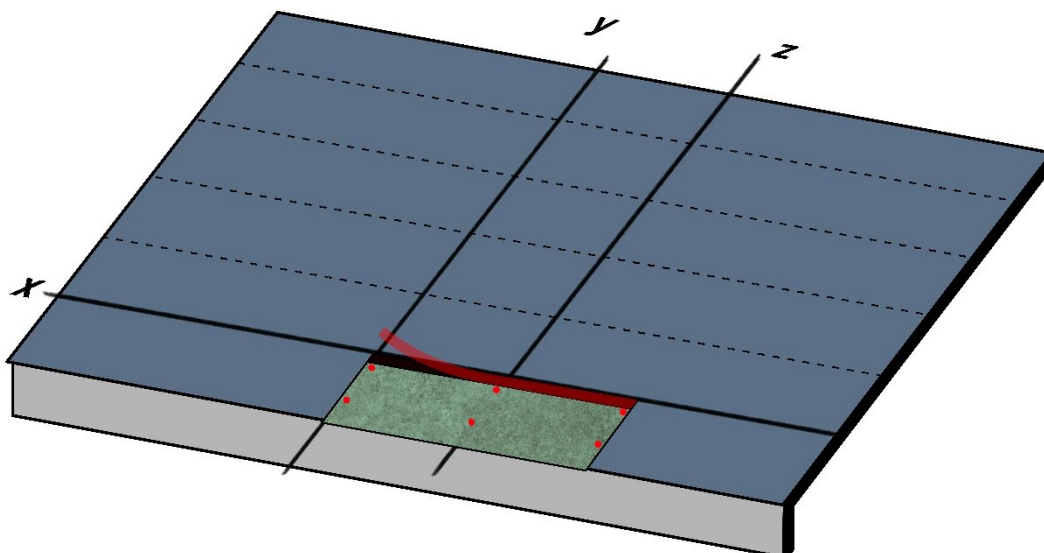
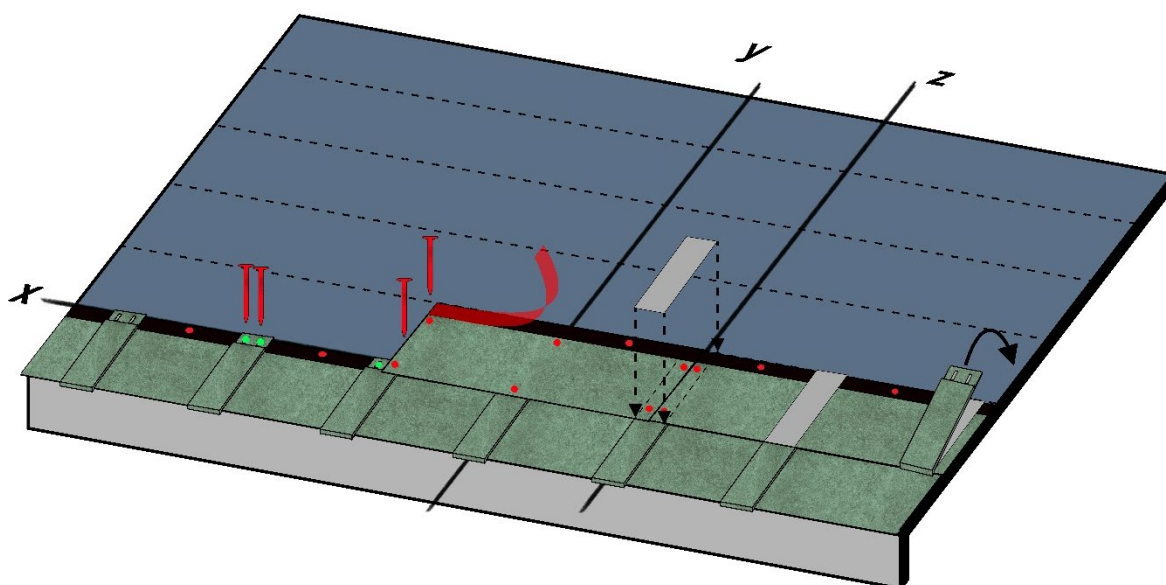
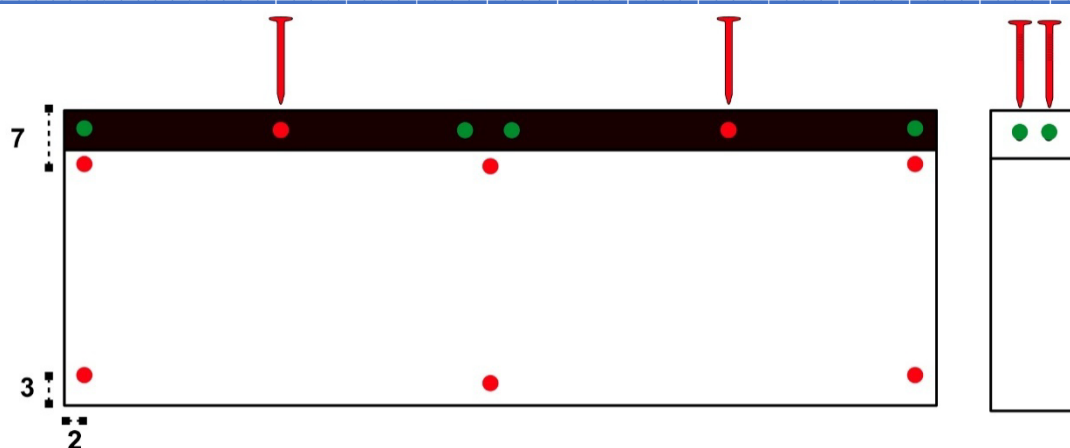

Fig. 6 - Posa della prima tegola
Fig. 10 - Posa della seconda fila di tegole
Fig. 11 - Chiodatura tegole
- Procedere con la posa della prima tegola: allineare il bordo laterale sinistro della prima tegola sulla verticale **y** e il bordo superiore sull'orizzontale **x**. Rimuovere il film protettivo dalla fascia autoadesiva superiore, Fig. 6. Fissare la tegola al sottofondo con dei chiodi inox posti a circa 2 cm dalle estremità laterali della tegola e nella sua mezzeria (posizione dei chiodi rossi di Fig. 11).
- Procedere con la posa della seconda fila di tegole: allineare il bordo laterale della prima tegola sulla verticale z e il bordo superiore sull'orizzontale distante 29 cm da x - Fig. 10. Rimuovere la pellicola di protezione dalla fascia autoadesiva superiore della tegola. Chiodare la tegola al sottofondo posizionando i chiodi inox, come da chiodi rossi di Fig. 11. I chiodi verdi indicati in Fig. 11, sono quelli che andranno a fissare i Compact Clips. Procedere con la posa di tutte le tegole della fila in modo analogo, applicare i Compact Strips e i Compact Clips e fissarli - Fig. 10.